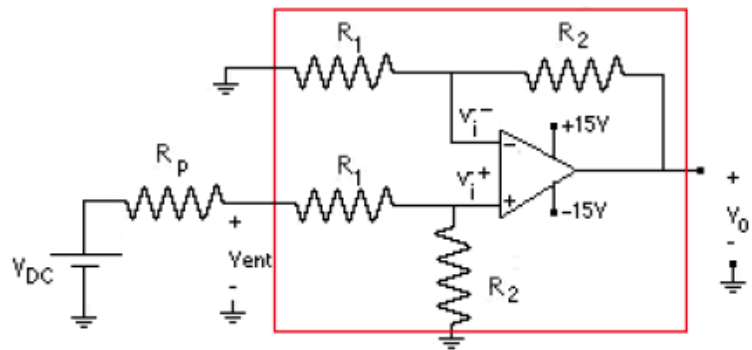

Figura 5.- Medición de la resistencia de entrada de la entrada no inversora del amplificador diferencial
9.-Monte el circuito de la Figura 5 para medir la resistencia de entrada en la entrada no inversora del amplificador diferencial cuando la entrada inversora está conectada a tierra. Mida previamente el valor real de Rp con el multímetro.